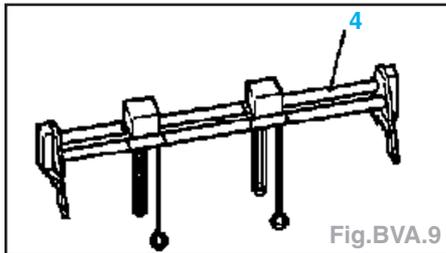

Fig. BVA.9
- Abaisser d'environ 5 cm le moteur avec la boîte avec l'outil MKM-883-1 (4) (Fig.BVA.9).